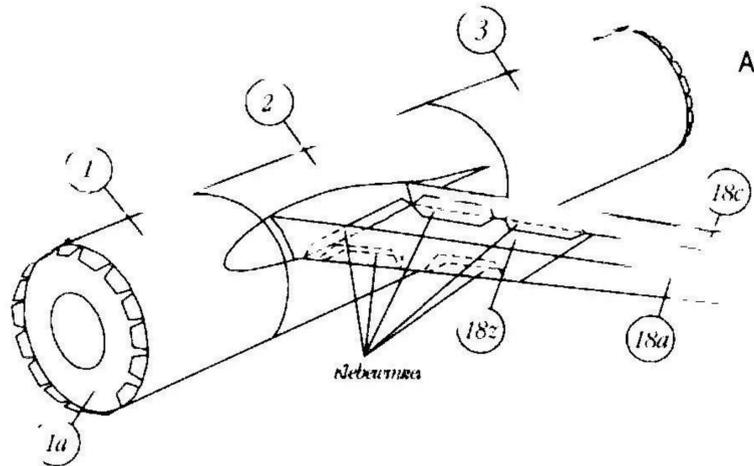

Abb. 2
Damit Flügel und Motorgondeln einen festen Halt bekommen, wurden die Zwischenstücke 18a konstruiert. Diese Teile werden mit Hilfe der Klebewinkel (KW) an den beiden Holmen und am Rumpf befestigt. Hierdurch erhalten die Holme gleichzeitig ihre Pfeilung nach hinten (s. Abb. 2). Die Tragflügelmittelstücken erhalten an ihren äußeren Enden einen Verbindungsstreifen wie die Rumpfteile. An der